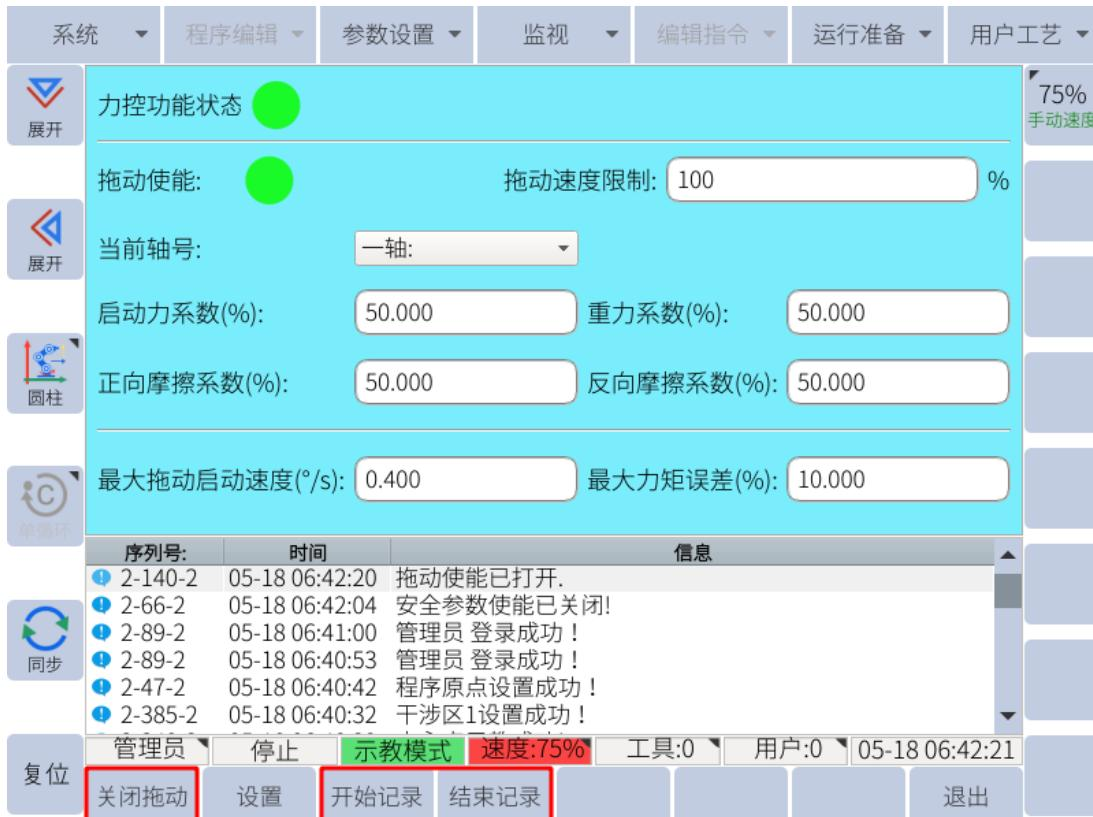

图 6-41：拖动示教
1. 点击“用户工艺 > 力控参数”，进入拖动示教界面，如图 6-41 所示。